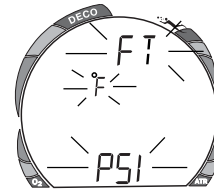

Fig. 28 - Einstellung Masseinheit
- Drücken Sie kurz die linke Taste ("Weiter"). Die Anzeigen FT, F und PSI (oder M, C und BAR) blinken (Abb. 28).